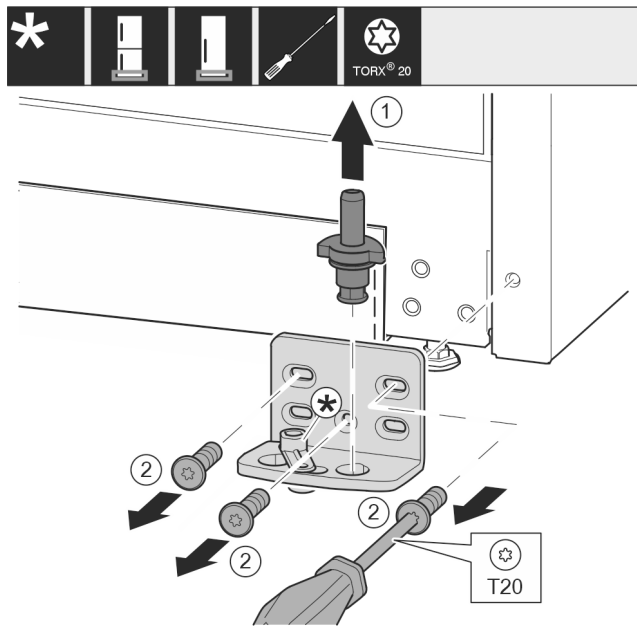

Fig. 16
- Estrarre completamente verso l'alto i perni di supporto Fig. 16 (1).
- Svitare le viti Fig. 16 (2) con un cacciavite e rimuovere il blocco di supporto.